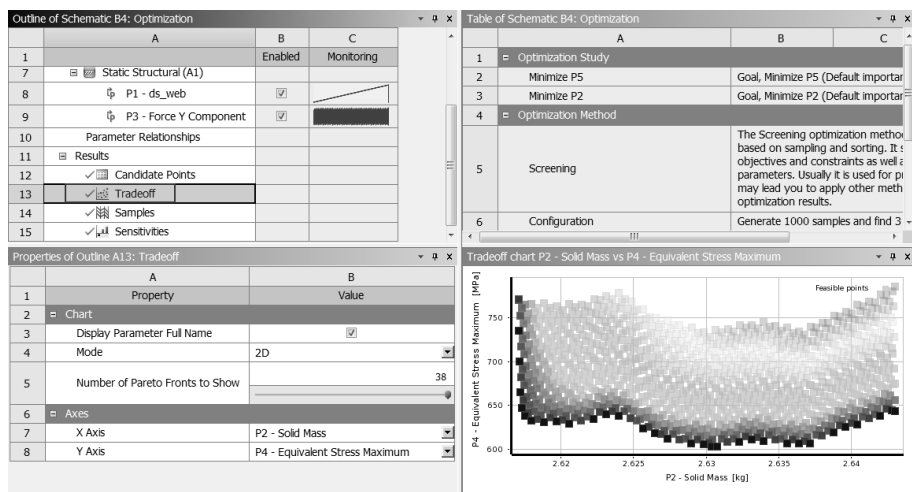

图 18-33 质量与应力关系图
Step12：单击 Tradeoff 选项，此时将出现如图 18-33 所示的质量与应力关系图。